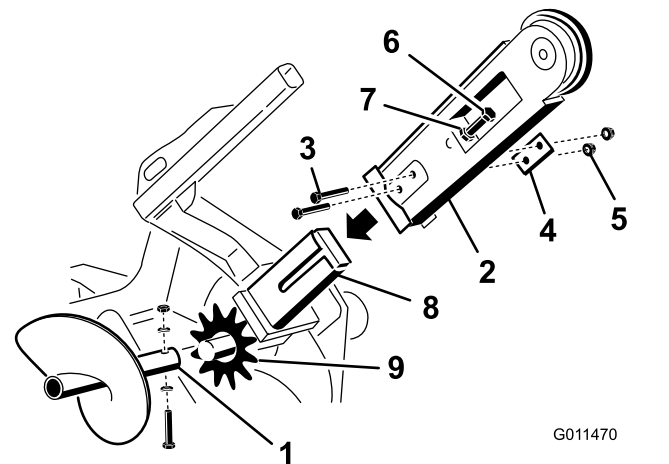

Рисунок 4
3. Снимите болт, 2 седловидные шайбы и гайку, которые крепят отвальный шнек, а затем снимите шнек (Рисунок 4).
4. Снимите 2 болта, гайки и двойные шайбы с боков стрелы (Рисунок 4).
5. Ослабьте регулировочный болт и контргайку (Рисунок 4).